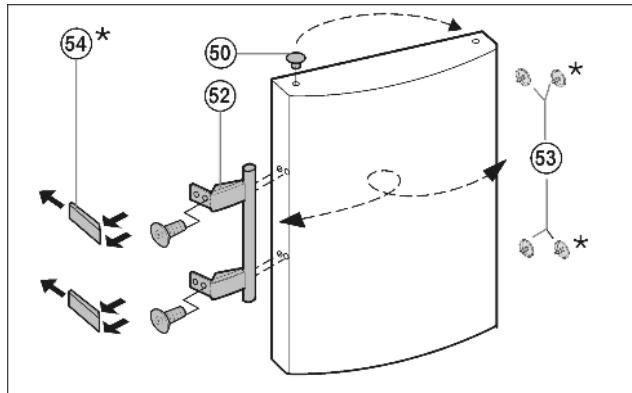

Fig. 14
- Stopfen Fig. 14 (50) aus der Türlagerbuchse herausheben und umsetzen.
- Türgriff Fig. 14 (52), Stopfen Fig. 14 (53) und Druckplatten\* Fig. 14 (54) abmontieren und auf die Gegenseite umsetzen.